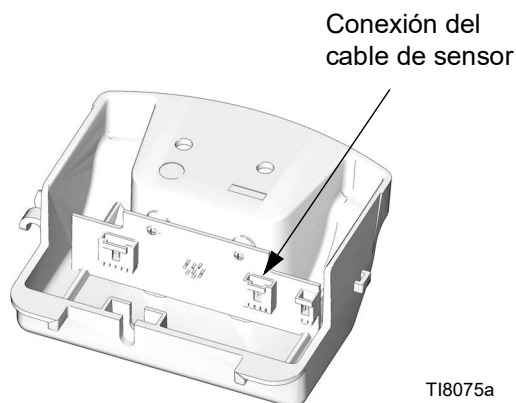

FIG. 15. Conexión del cable de sensor
- a. **Modelos con DataTrak:** Retire los dos tornillos (135). Retire cuidadosamente el módulo DataTrak (131), vea la página 14. Desconecte los cables del solenoide y sensor de embalamiento de la tarjeta del módulo. Retire los dos tornillos (134) y deslice cuidadosamente el alojamiento (132) para sacarlo de la válvula de aire.
- b. **Modelos con sensor lineal:** Retire los tornillos (134) y deslice cuidadosamente el alojamiento (132) para sacarlo de la válvula de aire. Desconecte el cable del sensor de la tarjeta de circuito. Vea la FIG. 15 en la página 28.
10. Vuelva a instalar el silenciador (15). Apriete completamente los tornillos (43) contra el silenciador.
11. Vuelva a instalar la cubierta de la válvula exterior (47).
- a. **Modelos con DataTrak:** Deslice cuidadosamente el alojamiento (132) en la válvula de aire. Enrosque los tornillos (134) con la mano y después apriete a 11,3 N•m (100 pulg-lb). Vuelva a conectar los cables del solenoide y del sensor al módulo DataTrak (131), vea la página 14. Deslice cuidadosamente el módulo de vuelta en el alojamiento (132). Vuelva a instalar los dos tornillos (135).
- b. **Modelos con sensor lineal:** Vuelva a conectar el cable del sensor a la tarjeta de circuito. Vea FIG. 15, página 28. Deslice cuidadosamente el alojamiento (132) en la válvula de aire. Enrosque los tornillos (134) con la mano y después apriete a 11,3 N•m (100 pulg-lb).
13. Vuelva a instalar la cubierta superior (30).
5. Retire los tornillos (134) y deslice cuidadosamente el alojamiento (132) para sacarlo de la válvula de aire. Desconecte el cable del sensor de la tarjeta de circuito. Vea la FIG. 15.
6. Vuelva a enhebrar el cable a través del agujero (H) en el costado del adaptador (33) y extiéndalo hacia afuera por la parte superior del adaptador.
7. Desenrosque el adaptador (33) y el sensor (35). Levante el sensor recto hacia arriba para sacarlo del motor neumático.
8. Aplique adhesivo para roscas en el alojamiento del sensor nuevo. Enrosque el sensor (35) en la tapa superior (1). Apriete a 40,6-48,8 N•m (30-36 pie-lb).
9. Aplique adhesivo para roscas en el adaptador (33). Extienda el cable del sensor recto hacia afuera por la parte superior del adaptador y después enrosque el adaptador en la cubierta superior (1). Apriete a 40,6-48,8 N•m (30-36 pie-lb).
10. Enhebre el cable del sensor a través del agujero (H) situado en el costado del adaptador y vuelva a conectarlo a la tarjeta. Vea FIG. 15, página 28. Deslice cuidadosamente el alojamiento (132) en la válvula de aire. Enrosque los tornillos (134) con la mano y después apriete a 11,3 N•m (100 pulg-lb).
11. Aplique adhesivo para roscas al anillo de levante (21). Sujete el adaptador (33) con una llave para impedir que gire y apriete el anillo de levante a 40,6-48,8 N•m (30-36 pie-lb).
12. Vuelva a instalar la cubierta superior (30).